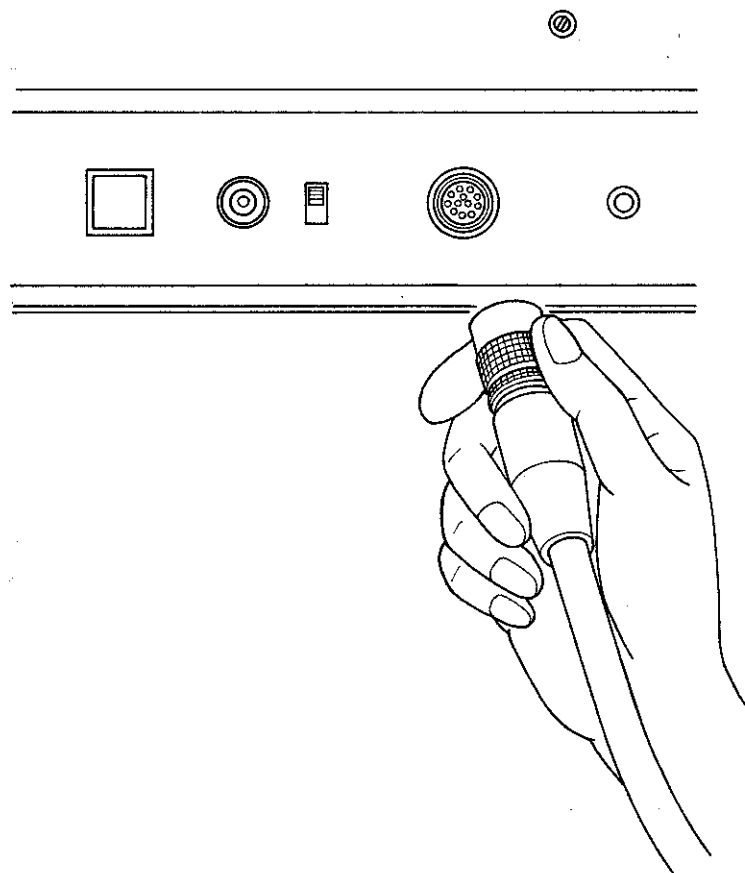

図2-1 TR4133/A/Bと本器の接続
(1) 本器とTR4133/A/B本体を接続する前に、TR4133/A/Bの電源スイッチを必ずOFFに設定してから行なって下さい。
(2) 本器と本体を接続する際は、[図2-1]のようにプラグのガイドとレセプタクルのガイドを合わせまっすぐに押し込んで下さい。